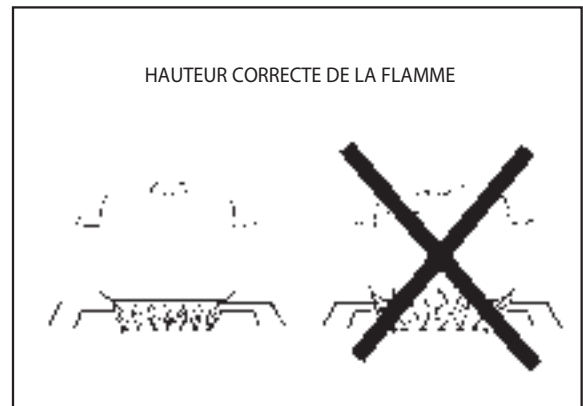

Fig. 06
- Pour des raisons de sécurité, la flamme ne doit jamais dépasser le fond du récipient. Ne laissez jamais les flammes lécher les parois de l'ustensile de cuisson (voir Fig. 06). Ceci décolorera ou endommagera l'ustensile.